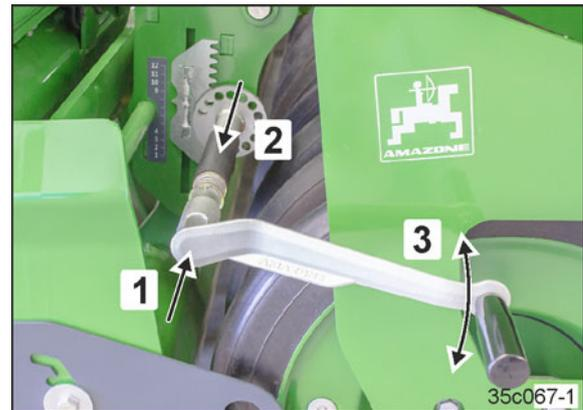

Fig. 126
1. Das Bedienwerkzeug aus der Parkposition entnehmen (Fig. 60/1, siehe Seite 78) und auf die Einstellvorrichtung stecken (Fig. 126/1).
Das Bedienwerkzeug (Fig. 126/3) vor dem Lösen der Verriegelung mit festem Griff in Position halten!
2. Durch Drehen des Bedienwerkzeugs (Fig. 126/3) die Sperrverzahnung entlasten und entriegeln (Fig. 126/2).